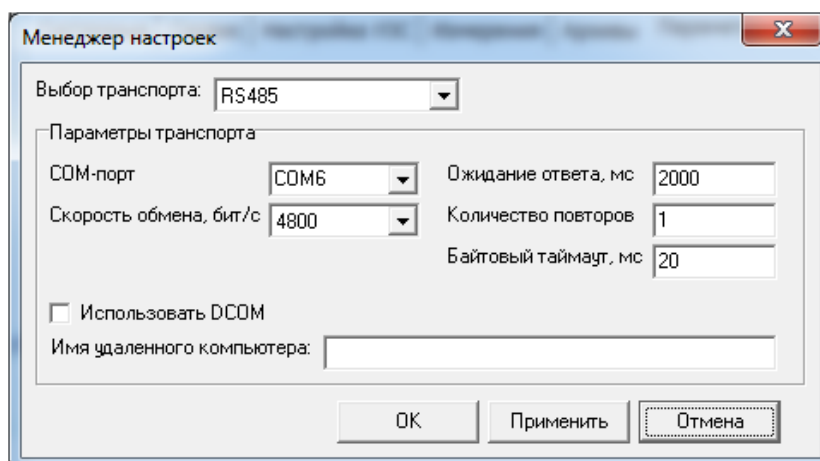

Рис.7. Окно «Менеджер настроек».
- В появившемся окне **Менеджер настроек** (рис.7) установить: